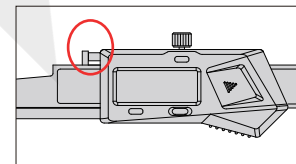

fig.4
--- Puxe a régua, mova o medidor cônico para o ponto de localização e pressione o botão zero para definir o zero (fig. 4).